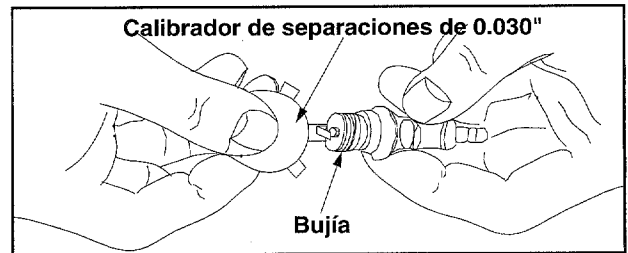

Figura 10
- Limpiar la bujía y ajustar la distancia entre electrodos a 0.030 pulgada por lo menos una vez en la temporada o cada 50 horas de funcionamiento. Ver la figura 10. Se recomienda cambiar la bujía al comienzo de cada temporada o estación. Consultar la lista de repuestos del motor para determinar el tipo correcto de bujía.